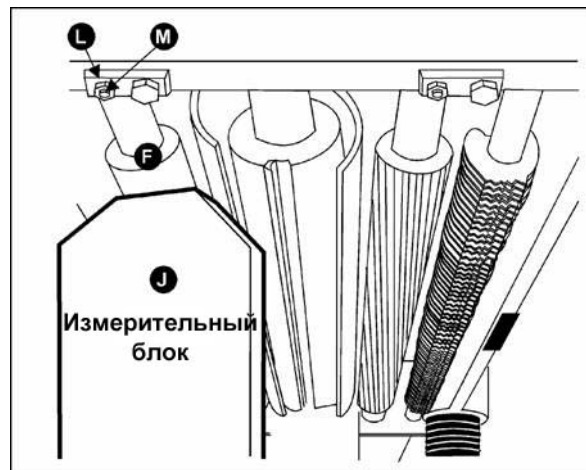

Рис. 27
5. Сдвиньте измерительный блок (J, Рис. 27) под один конец вала разгрузки (F, Рис. 27). Нижняя часть вала разгрузки должна только касаться вершины измерительного блока. Если необходима регулировка вала разгрузки, ослабьте стопорную гайку (L, Рис. 27) и поверните винт (M, Рис. 27), пока вал разгрузки не коснется измерительного блока. Затем затяните стопорную гайку (L, Рис.27).